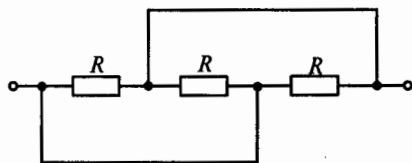

Рис. 20
**1.34.** Каково эквивалентное сопротивление цепи, показанной на рис. 20, если все резисторы в ней имеют одинаковое сопротивление  $R$ ?